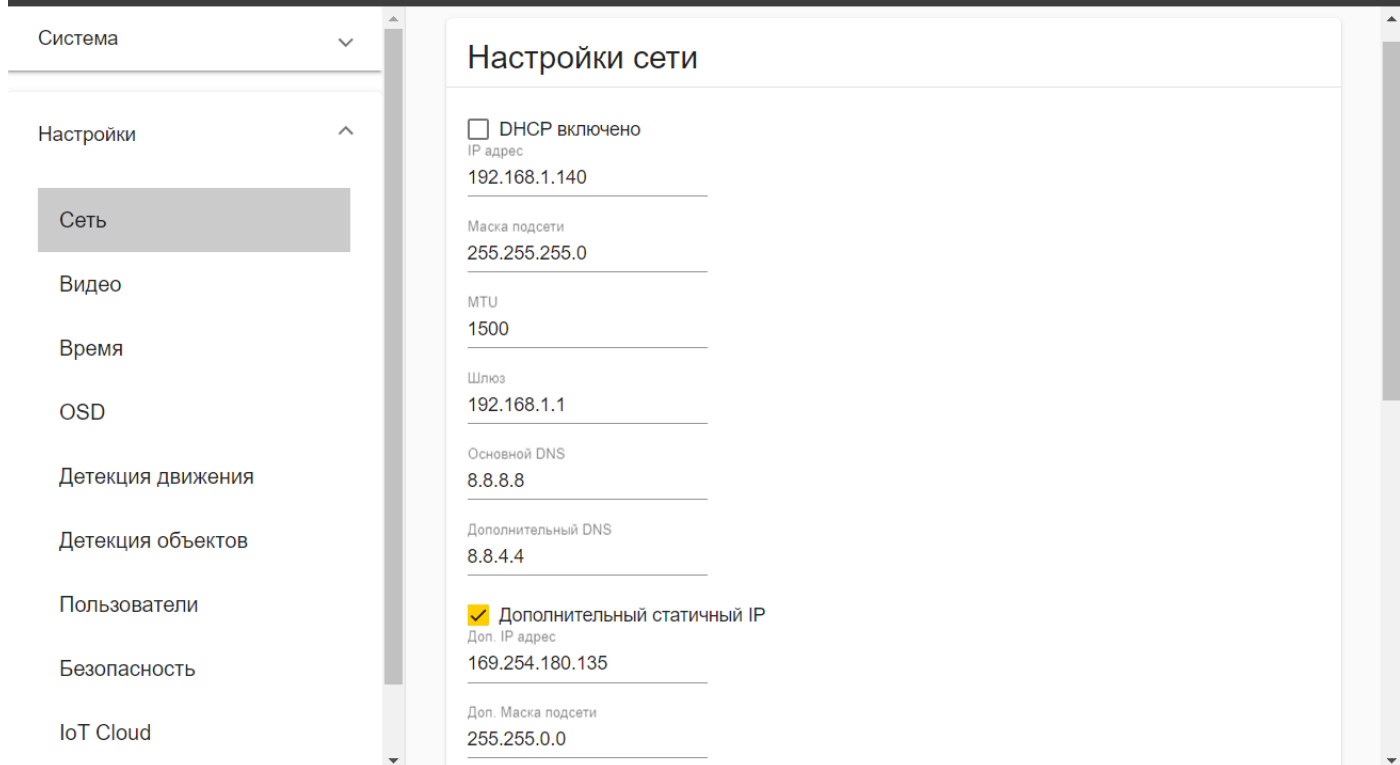

Рис. 6 – Подраздел меню Настройка сети
3.2.4. Для изменения настроек сети перейдите в раздел **Сеть > Настройка сети**. (см. рис. 6).